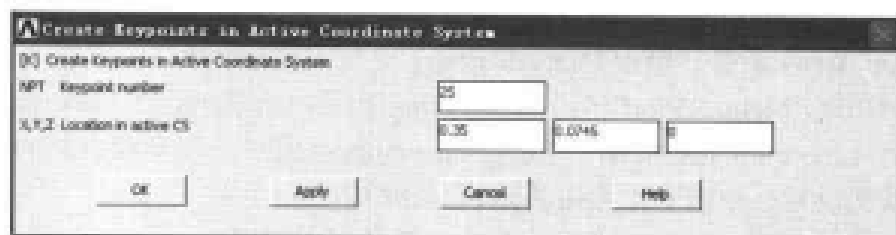

图 10-80 生成关键点对话框
(9) 选择 Main Menu | Preprocessor | Modeling | Create | Lines | Line Fillet 命令, 出现 Line Fille 菜单, 在文本框中输入 28, 23, 单击 OK 按钮, 出现 Line Fillet 对话框, 在 NL1,NL2 Intersecting lines 文本框中输入 28、23, 在 RAD Fillet radius 文本框中输入 0.025, 单击 OK 按钮关闭该对话框。
(10) 选择 Main Menu | Preprocessor | Modeling | Create | Lines | Line Fillet 命令, 出现 Line Fille 菜单, 在文本框中输入 27, 19, 单击 OK 按钮, 出现 Line Fillet 对话框, 在 NL1,NL2 Intersecting lines 文本框中输入 27、19, 在 RAD Fillet radius 文本框中输入 0.025, 单击 OK 按钮关闭该对话框。
(11) 选择 Main Menu | Preprocessor | Modeling | Create | Areas | Arbitrary | By Lines 命令, 出现 Create Area by L 菜单, 在文本框中输入 4, 6, 2, 单击 Apply 按钮; 在文本框中输入 9, 8, 11, 单击 Apply 按钮; 在文本框中输入 32, 34, 33, 单击 Apply 按钮; 在文本框中输入 30, 29, 31, 单击 OK 按钮关闭该对话框。
(12) 选择 Main Menu | Preprocessor | Modeling | Create | Keypoints | In Active CS 命令, 出现 Create Keypoints In Active Coordinate System 对话框, 在 NPT Keypoint number 文本框中输入 25, 在 X,Y,Z Location in active CS 文本框中依次输入 0.35、0.0745、0, 如图 10-80 所示, 单击 OK 按钮关闭该对话框。